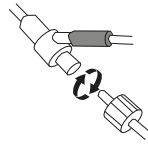

図 4
- (4) O₂ チューブ(バイトブロック)をマイクロストリーム ルアーの Y コネクタと接続する(図 4)。